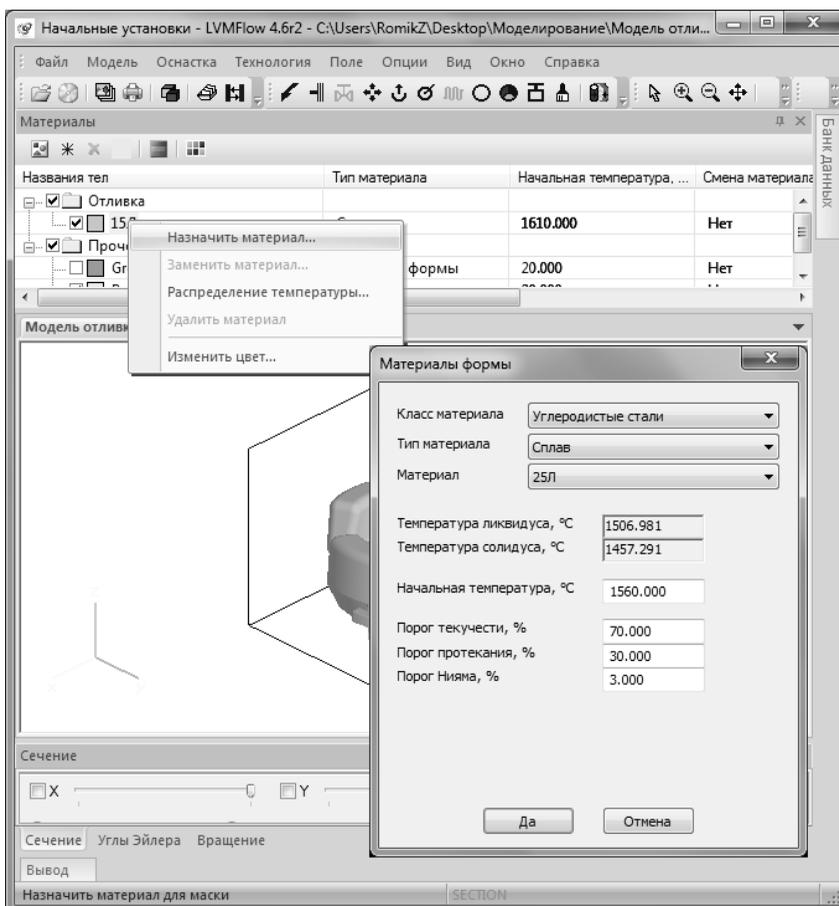

Рисунок 6 - Выбор литейной стали из списка
- Для того чтобы выбрать и назначить литейную сталь 15Л из базы данных, дважды щелкните на строчке во вкладке «Материалы». Появится окно диалога. В списке «Класс материала» выберите позицию «Углеродистые стали». Откройте список «Материал» и выберите заданную сталь (рис. 6).